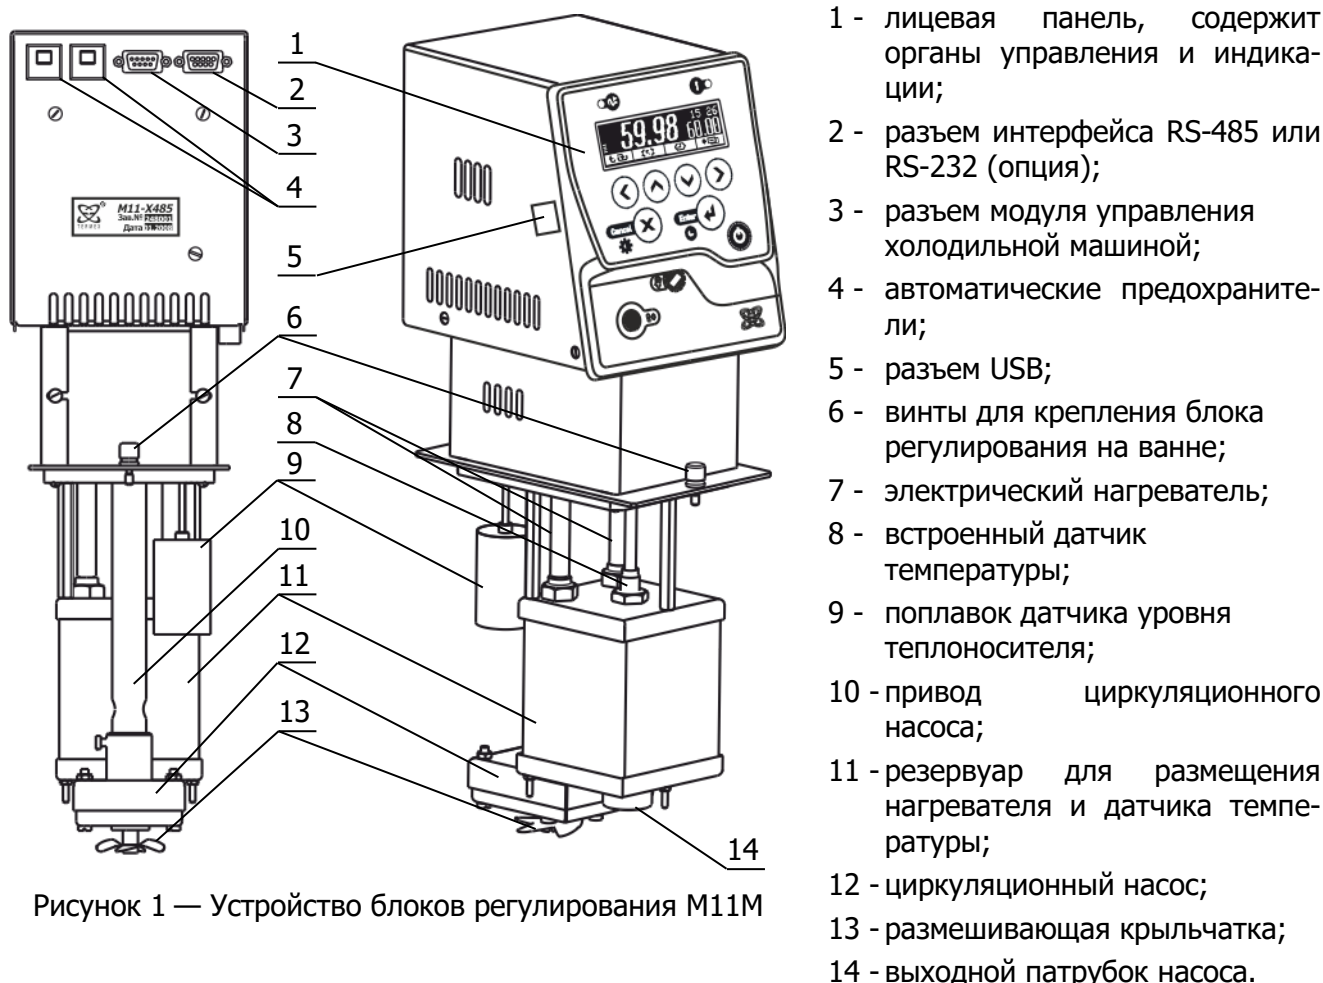

Рисунок 1 — Устройство блоков регулирования M11M
1.4.2 Работа блоков регулирования заключается в поддержании заданной температуры потока теплоносителя, прокачиваемого насосом 12 через резервуар 11 (рисунок 1).